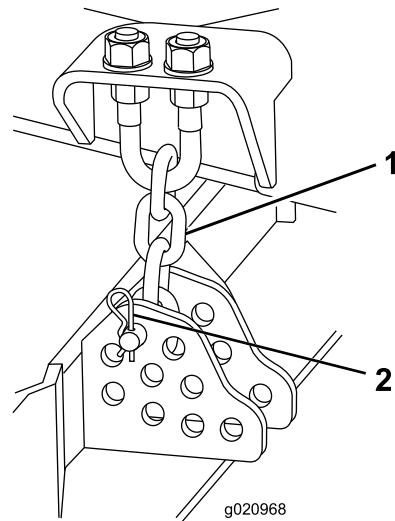

Bild 20
- Entfernen Sie den Splint und den Lastösenbolzen, mit denen die Schnitthöhenketten an der Rückseite des Mähwerks befestigt ist (Bild 20).